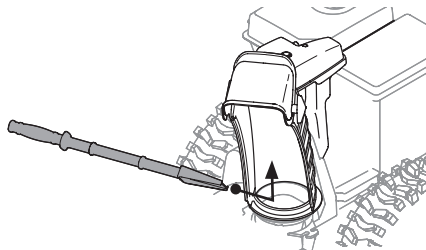

Figura 69
4. Use el extremo con forma de pala de la herramienta de limpieza para destrabar y recoger la nieve y el hielo que se hayan acumulado en el interior y cerca del conjunto del canal. Utilice siempre la herramienta de limpieza (Nº de pieza 931-2643), no use las manos. Consulte el suplemento que se adjunta por separado para obtener la información que se requiere para pedir la herramienta de limpieza, en caso de haberla extraviado o que esté dañada. (Figura 69).